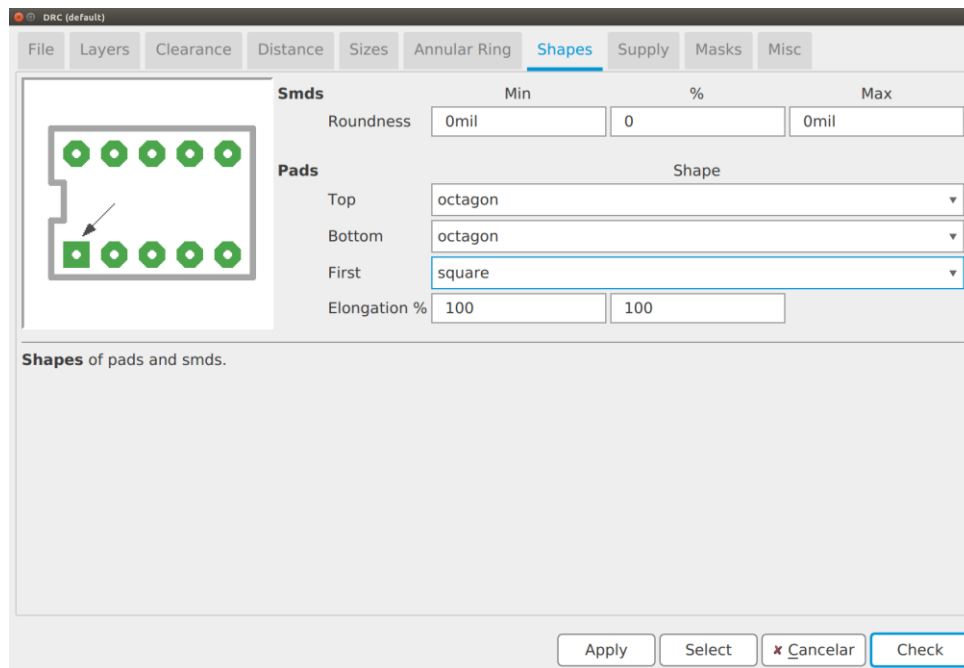

Figura 15: Forma de cada pad.
32. Dé clic izquierdo en la viñeta **Shapes** y seleccione la forma **Octagon** para los Pad de la cara **Top** (arriba) y **Bottom** (abajo), para primer pin forma cuadrada (**First square**); por último, dé clic izquierdo en el botón **Apply** y luego en **Select**. Ver figura 15.